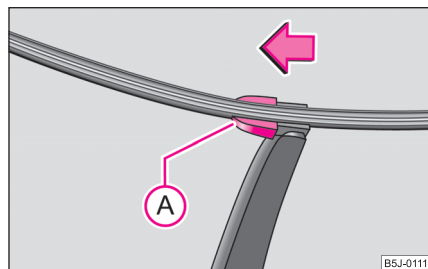

Fig. 43 Lamela ștergătorului lunetei
- Ridicați brațul ștergătorului de pe lunetă și poziționați lamela astfel încât să formeze un unghi drept cu brațul ștergătorului ⇒ fig. 43.
- Cu cealaltă mână deblocați siguranța (A) în sensul săgeții și scoateți lamela.